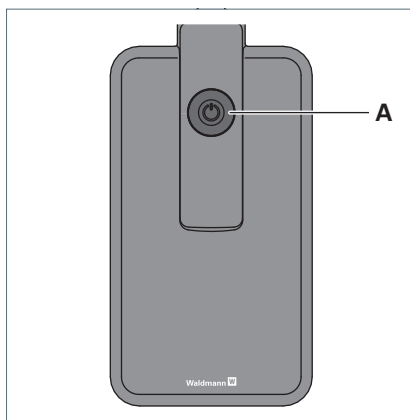

Fig. 5: Touche.
- Pour allumer et éteindre le luminaire, appuyer sur la touche **A** sur la partie supérieure de la tête du luminaire, voir Fig. 5.
- Pour passer en mode variation de lumière, appuyez sur la touche **A** et maintenez-la appuyée pendant 10 s, voir Fig. 5.